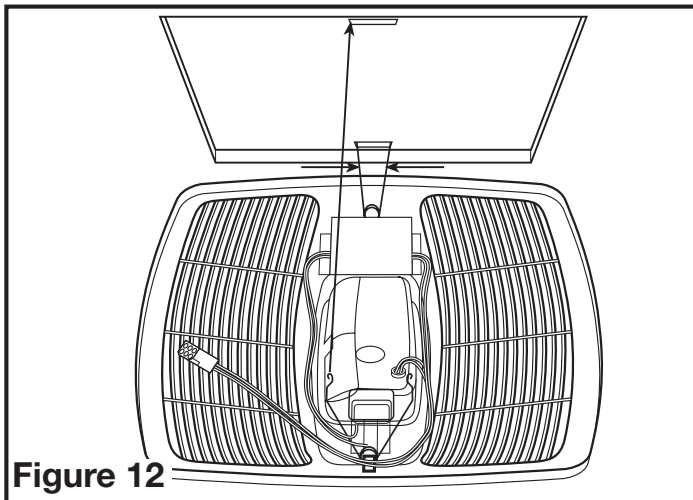

Figure 12
5. Installez la grille en pressant les ressorts ensemble pour les installer dans la fente la plus éloignée du compartiment de câblage sur le boîtier du ventilateur. Attachez le câble à connexion rapide de 6 broches de la grille au connecteur de 6 broches sur le dessus du couvercle du compartiment de câblage. Le câble ne s'insère que d'une façon dans la prise. Installez l'autre ressort et poussez la grille vers le haut en place (**Figure 12**).